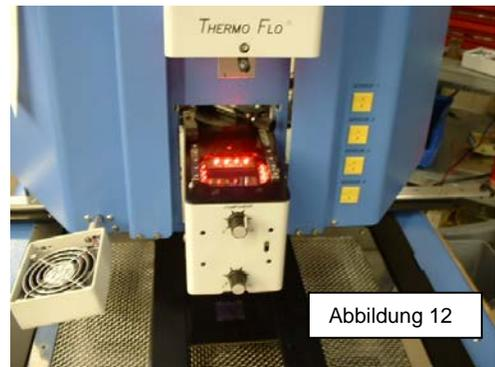

Abbildung 12
- viii. Die Kamera wird automatisch ausgefahren (Abbildung 12), und der Reflow-Kopf wird in Fokusposition bewegt.